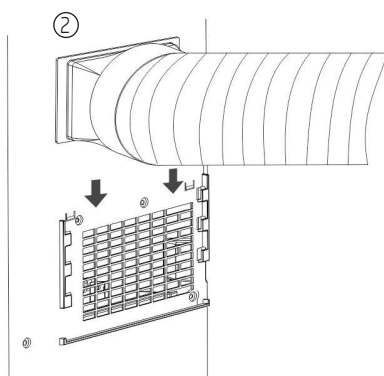

Fig. 4
3. Placez l'autre extrémité du tuyau d'évacuation près d'un rebord de fenêtre. (Voir Fig. 4).